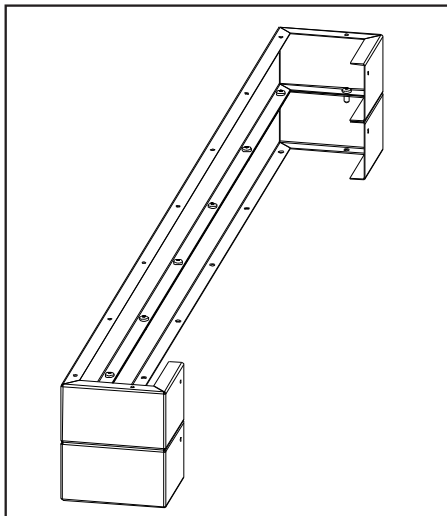

Figure 39a: Combinaison de 2 élévateurs pour l'étagère de base.
2. Lorsque vous utilisez plus d'un élévateur, chaque niveau doit être fixé au moyen de neuf (9) vis #8 T-20 fournies (voyez Figure 39a).